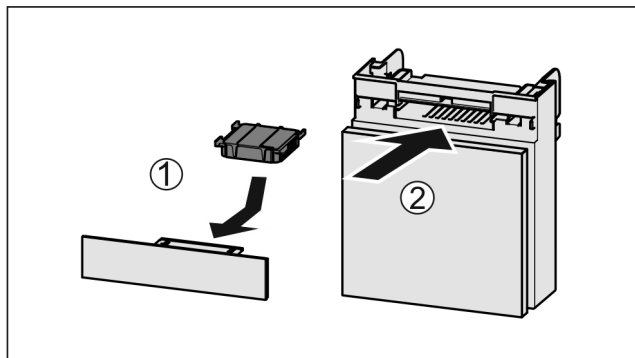

Fig. 154
- ▶ Вставити фільтр з активованого вугілля за малюнком Fig. 154 (1).
- ▶ Вставити відділення Fig. 154 (2).